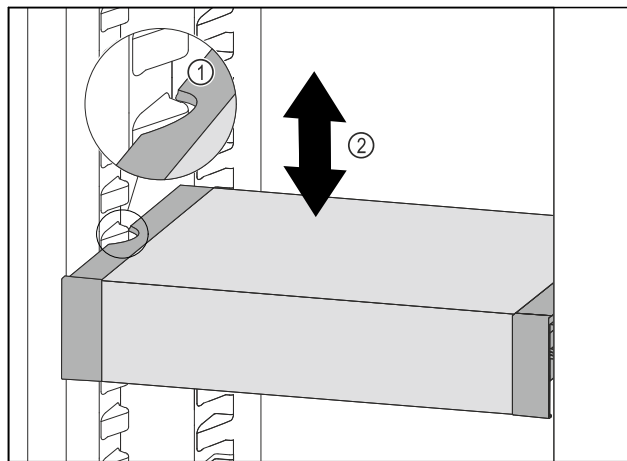

Fig. 92
- Изтеглете VarioSafe напред, докато страничните прорези на VarioSafe се намират на височината на реброто на съда в хладилната част. Fig. 92 (1)
- Преместете VarioSafe нагоре или надолу в хладилната част, докато се достигне желаната височина. Fig. 92 (2)